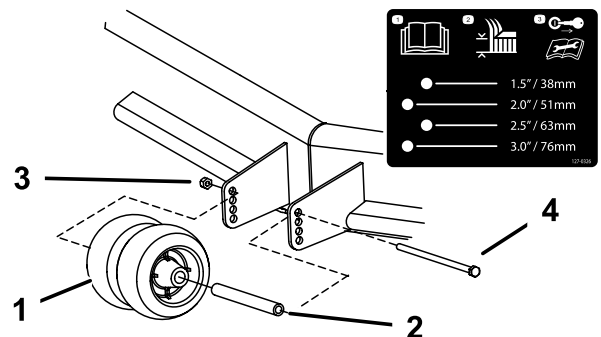

Figure 12
3. Réglez les galets anti-scalp comme montré à la Figure 12.